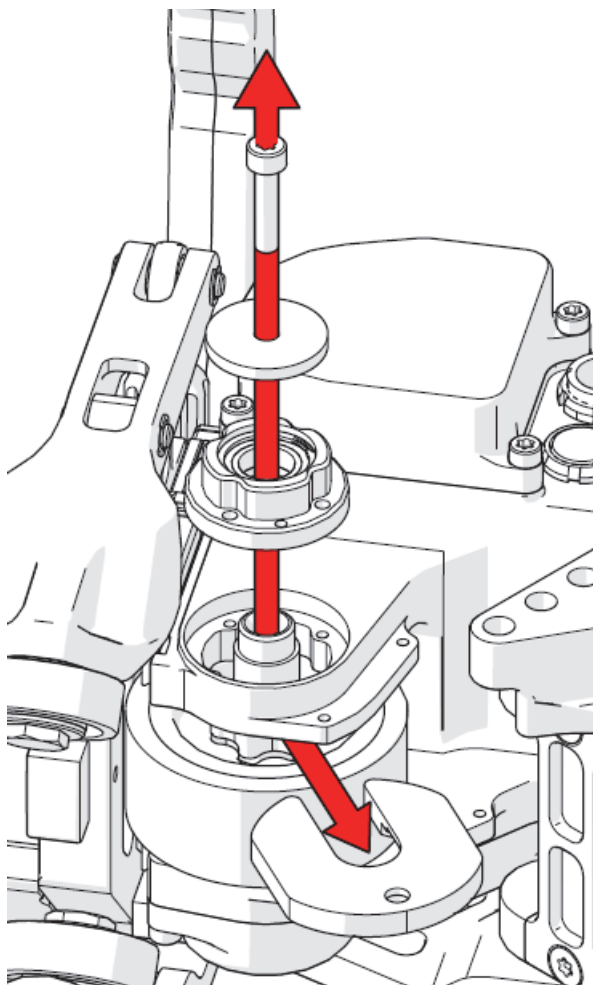

Figura 2-21 Extracción de las herramientas cabrestantes para la rueda de conducción
- Desenrosque el tornillo cabrestante de la rueda y retírelo, junto con la arandela, el recinto del cojinete y la herramienta cabrestante para la rueda de conducción (ver Figura 2-21 en la página 102).